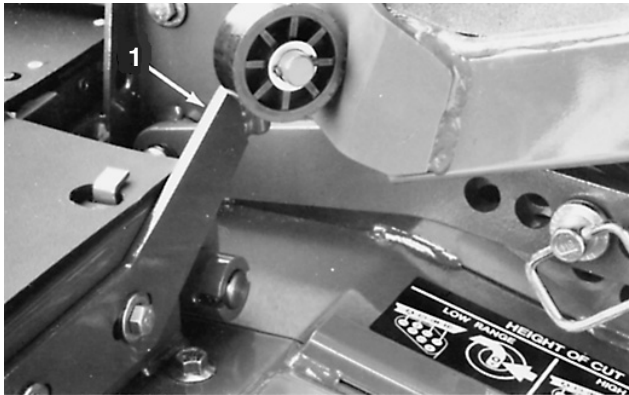

Bild 74
2. Lösen Sie die Kopfschrauben, mit denen die Halterungen der Flügelmäherwerkstabilisatoren am Mähwerk befestigt sind, und schieben Sie die Halterungen nach außen (Bild 74).